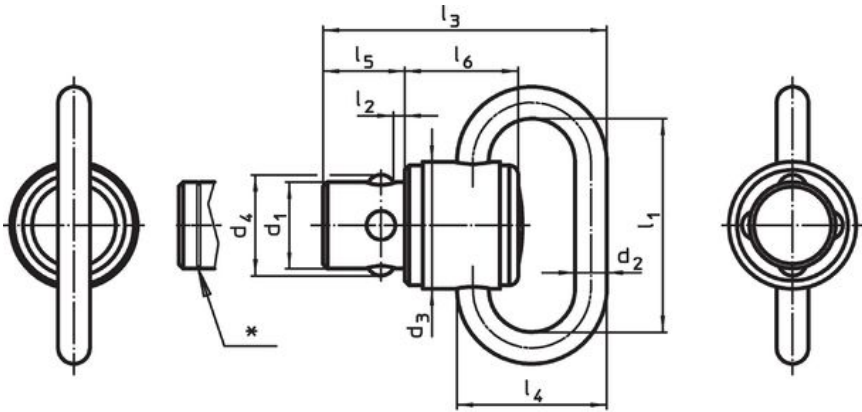

図 1
位置I₁ (ブッシュ図2,3,4)もしくはI₂ (ボールロックコネクター図1)=1.5mmの場合目印溝付
* l₁ (図2,3,4), l₂ (図1)= 1,5 mmの場合マーキング付
ボール・ロックコネクター - 図 1